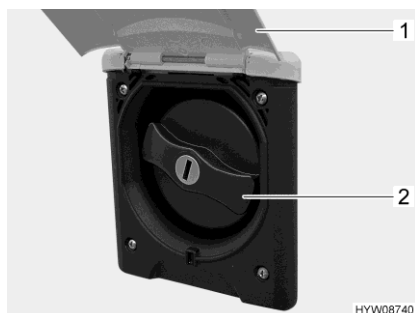

Fig. 209 Couvercle de fermeture
- Basculer le portillon extérieur (Fig. 209,1) vers le haut.
- Tourner le couvercle de fermeture de couleur bleue (Fig. 209,2) d'un quart de tour.